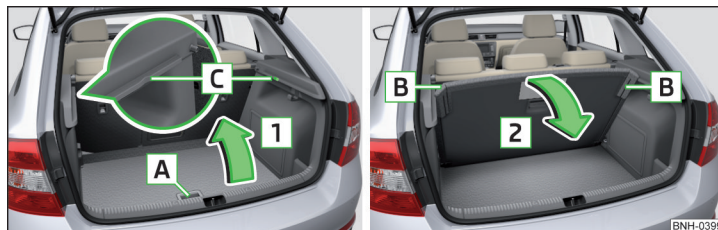

Fig. 95 Levantar/bajar el suelo de carga variable
- Agarrar el suelo de carga variable por el agarradero **A** » fig. 95.
- Agarrar el suelo de carga variable por el centro o por el agarradero **A** » fig. 95.